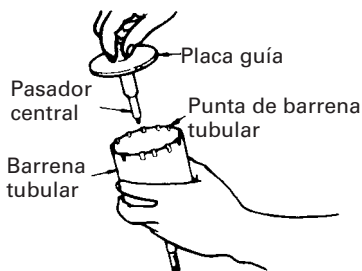

Fig. 20
- (4) Unir la placa guía con la barrena tubular y girar la placa guía hacia la izquierda o hacia la derecha de forma que no se caiga a pesar de estar indicando hacia abajo. (Fig. 20)